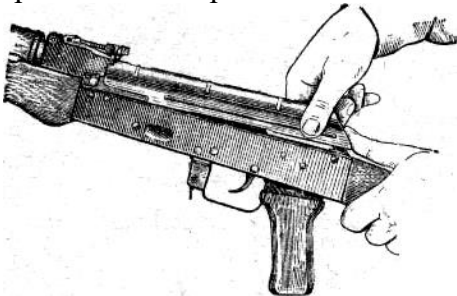

Рис. 12. Отделение крышки ствольной коробки
9) **Вложить пенал в гнездо приклада.** Уложить протирку, ершик, отвертку и выколотку в пенал и закрыть его крышкой, вложить пенал дном в гнездо приклада (рис. 12) и утопить его так, чтобы гнездо закрылось крышкой. У автоматов со складывающимся прикладом пенал убирается в карман сумки для магазинов.